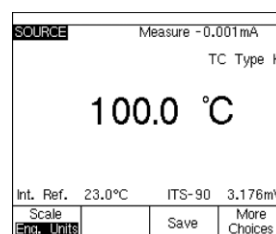

图 3
4、按 “MEAS/SOURCE” 键, 你可以看到输出屏幕。因为你想通过热电偶输出温度, 按 “TC/RTD” 键一次, 用光标选择 “K”, 然后按 “ENTER” 键。此时 F700 将显示 “?????”, 请求输入温度, 键入 “100” 按 “ENTER” (图 3)。